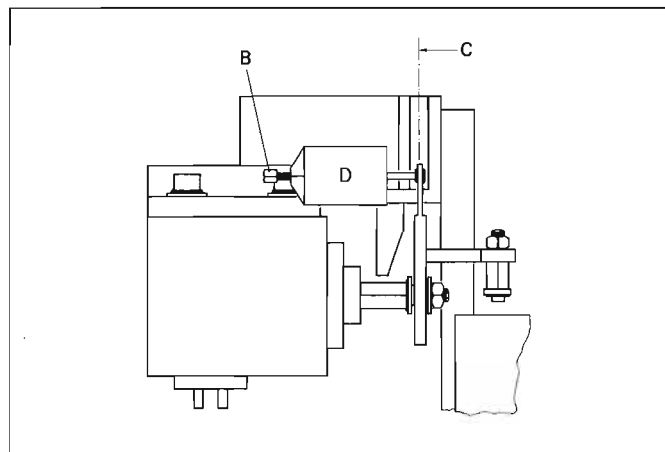

Fig. 3.6
- Appuyer tour à tour sur les touches PLAY et STOP et observer les mouvements du support pivotant. En tournant l'écrou à six pans [B] de l'amortisseur à piston (Fig. 3.6), régler l'amortissement de façon que le support pivotant passe de façon continue et sans secousses sur les positions PLAY ou STOP.
Cette manoeuvre doit s'exécuter dans un délai de 0,5 à 0,8 seconde. Si le support pivotant se bloque par moments, il faut vérifier le fonctionnement aisé de la pompe d'amortissement [D] (Fig. 3.6) et de l'axe [C].